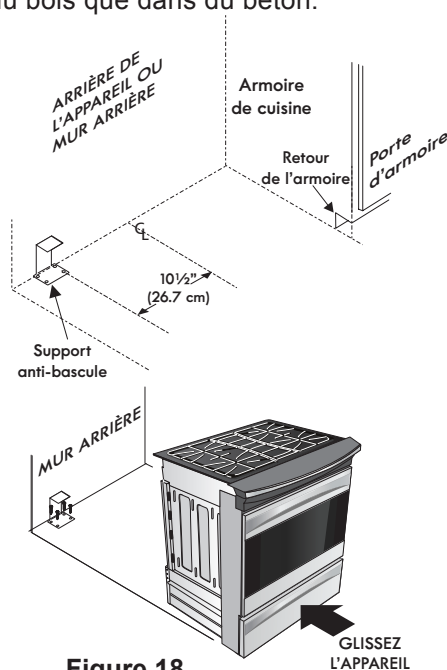

Figure 18
2. Dépliez le gabarit de papier et placez-le à plat sur le plancher, l'avant et les extrémités des côtés exactement sur la ligne préalablement tracée (utilisez le diagramme ci-dessous pour localiser le support anti-bascule si le gabarit de papier n'est pas disponible (Figure 18)).